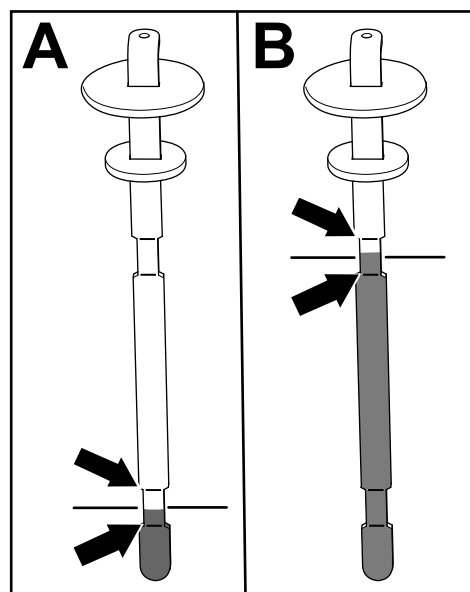

Figura 79
5. Retire la varilla y compruebe el nivel de fluido (Figura 79).
- **Si tiene una unidad de corte equipada:** el nivel de fluido hidráulico está en el nivel apropiado cuando el fluido aparece entre las dos marcas inferiores de la varilla (A en la Figura 79). También es aceptable que el nivel de fluido esté por encima de las marcas inferiores.
- **Si tiene instalado el kit de Mangueras para accesorios de accionamiento hidráulico:** el nivel de fluido hidráulico está en el nivel correcto cuando el fluido aparece entre las dos marcas superiores de la varilla (B en la Figura 79).